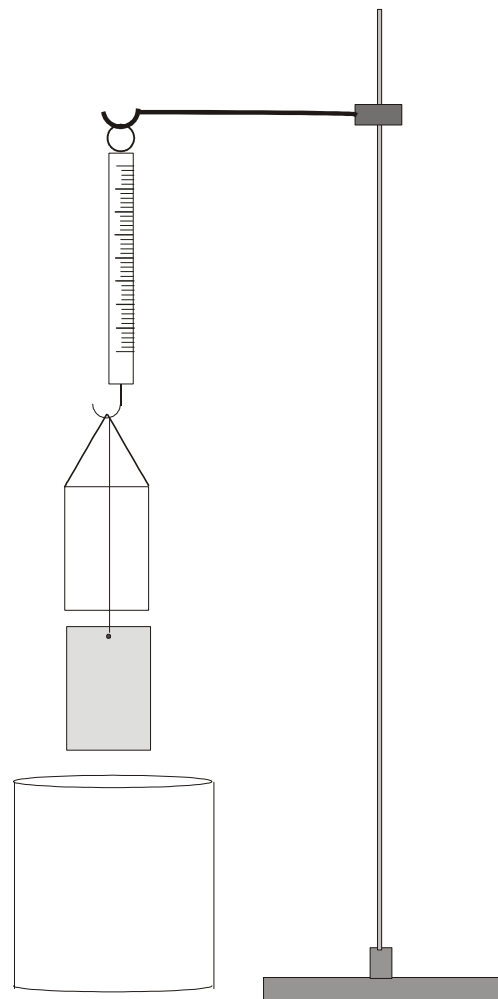

Fig. 1 Struttura sperimentale
- Montare il supporto e appendere il dinamometro al gancio (Fig. 1).